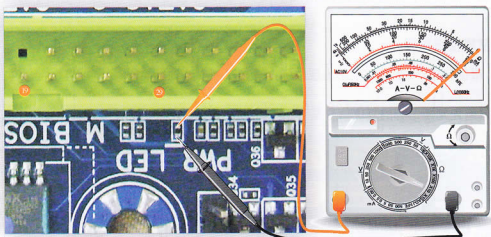

图 23-10 电阻器的检测
- (3) 接着沿不正常的针脚找到相关的小电阻, 并进行检测, 如图 23-10 所示。